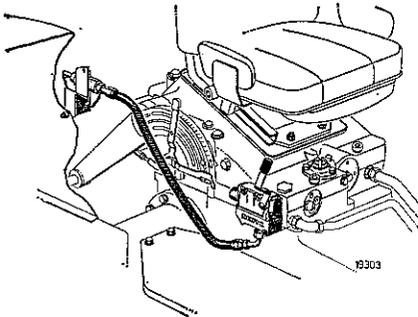

Bild 57
- a) 1 Schlauchanschluß und 1 einfach wirkendes Steuergerät (nur Heben oder Senken). Bild 57.